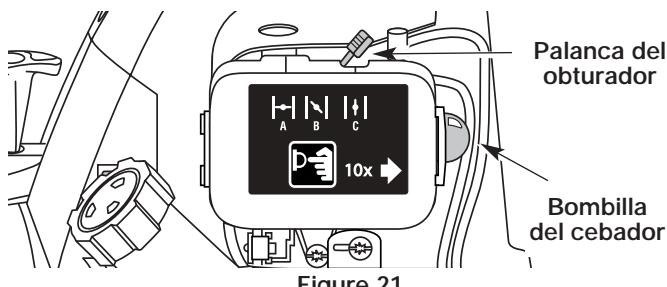

Figure 21
4. Coloque la palanca del obturador en posición de obturación **COMPLETA (FULL) (A)** |---| (Fig. 21).
NOTA: Deslice la palanca del obturador directamente sobre el símbolo adecuado en la calcomanía de la cubierta del filtro de aire (Fig. 21).
5. Oprima por completo y suelte la bombilla del cebador lentamente 10 veces. Debe poder sentir y ver la gasolina en la bombilla (Fig. 21). Si no ha entrado gasolina en la bombilla, oprima tres veces más, o hasta que lo haga.
7. Con la unidad en posición de arranque, tire de la cuerda de arranque rápidamente cinco veces en la posición de obturación **COMPLETA (FULL) (A)** |---|. Si el motor intenta arrancar antes del quinto tirón, proceda con el paso 8.
8. Mueva la palanca del obturador a la posición de obturación **PARCIAL (B)** |---| (Fig. 21).
2. Mueva la palanca del obturador a la posición de **PARCIAL (B)** |---| (Fig. 21).
3. Oprima por completo y suelte la bombilla del cebador lentamente 10 veces. Debe poder sentir y ver la gasolina en la bombilla (Fig. 21). Si no ha entrado gasolina en la bombilla, oprima tres veces más, o hasta que lo haga.